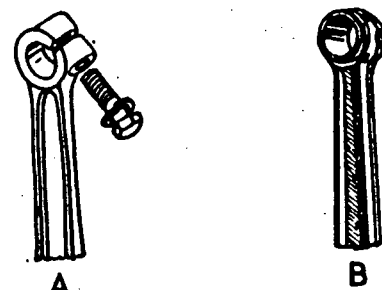

Fig. 2
Pê. É a parte da biela que se acopla ao êmbolo por intermédio do pino e pode ser aberta (A) ou fechada (B) (fig. 2).